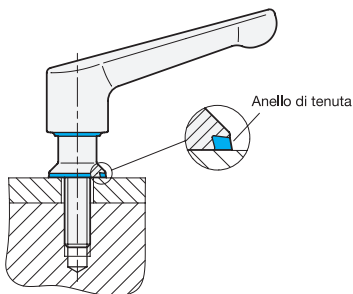

Fig. 1
- L'asta filettata o il foro della maniglia a leva non devono entrare in contatto con l'ambiente esterno. (Fig. 1).
- È pertanto necessario fare attenzione alla corretta posizione di montaggio (Fig. 1).